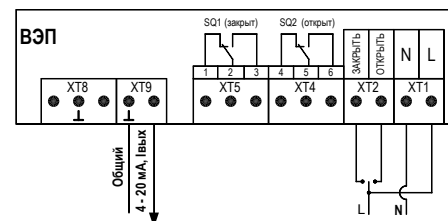
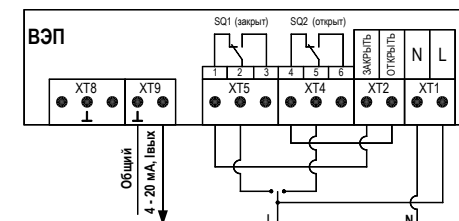

Рисунок 3.1 Схема подключения с управлением трехпозиционным сигналом при работе с полным рабочим ходом (220 В, 50 Гц).
Рисунок 3.2 Схема подключения с управлением трехпозиционным сигналом при работе с ограничением рабочего хода (220 В, 50 Гц).
- трехпозиционное (схема подключения рис. 3.1, рис. 3.2).